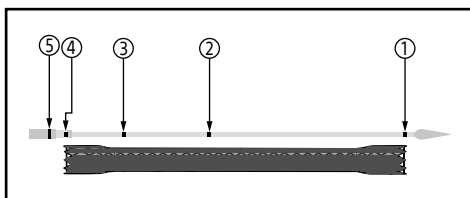
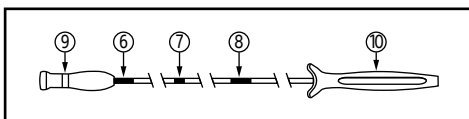

Figure 2. Système d'insertion et repères radio-opaques (RO)
Figure 4. Système de mise en place, repères visuels et poignées
Cinq repères radio-opaques (RO) facilitent le déploiement du stent sous radioscopie (Figure 2). Les deux repères RO situés sur le tube interne du système de mise en place permettent de repérer les extrémités du stent comprimé (Figure 2, n° 1 et n° 4). Deux autres repères RO sont positionnés entre ces repères RO. Un repère RO indique le point médian du stent (Figure 2, n° 2). Un repère RO sur le tube interne indique le point auquel toute compression supplémentaire du stent n'est plus possible (Figure 2, n° 3). Le cinquième repère RO visible à l'extrémité antérieure du tube externe indique le niveau de déploiement du stent (Figure 2, n° 5).
Lors de l'utilisation du guidage radioscopique, mettre le stent en place de manière à ce que le repère 2 (Figure 2) soit au centre de la tumeur ou de la fistule. Dans cette position, le stent couvre correctement la tumeur.
Commencer le déploiement du stent en maintenant d'une main la poignée distale (la plus éloignée de l'utilisateur, Figure 4 n° 9) du système de mise en place, de l'autre main, saisir la poignée proximale (la plus proche de l'utilisateur, Figure 4 n° 10) et la maintenir dans une position fixe. Un hypotube avec des repères visuels se trouve entre ces poignées. Ces repères sont conçus pour faciliter le déploiement du stent. Avant de déployer le stent, vous pouvez voir un repère au niveau de la position entièrement comprimée/non déployée du stent (Figure 4 n° 6).
Pour pouvoir déployer le stent, tenir la poignée distale (la plus éloignée de l'utilisateur, Figure 4 n° 9) d'une main et, de l'autre main, la poignée proximale (la plus proche de l'utilisateur, Figure 4 n° 10). Pour déployer le stent, tirer lentement la poignée distale vers la poignée proximale, tout en maintenant la poignée proximale dans une position fixe. Surveiller la libération du stent par radioscopie et/ou endoscopie, en gardant les repères situés sur le système de mise en place entre les bords de la sténose déterminés au préalable. Si nécessaire, il est possible d'arrêter le déploiement et d'ajuster la position du stent en direction proximale sans compression supplémentaire de celui-ci avant d'arriver au repère de fin de compression (Figure 4 n° 8). Reportez-vous à la section Technique de compression supplémentaire. Si la position du stent est satisfaisante, procéder au déploiement complet.
- Le stent peut être comprimé une nouvelle fois à tout moment jusqu'aux repères de fin de compression (repère radio-opaque figure 2 n° 3 et repère visuel figure 4 n° 8).
Remarque : le stent est complètement comprimé lorsque le repère visuel (Figure 4, n° 6) est entièrement visible.
- C. Remettre le tube externe du système de mise en place dans sa gaine en poussant la poignée distale (Figure 4 n° 9) loin de l'opérateur. Retirer lentement le système de mise en place et le guide.